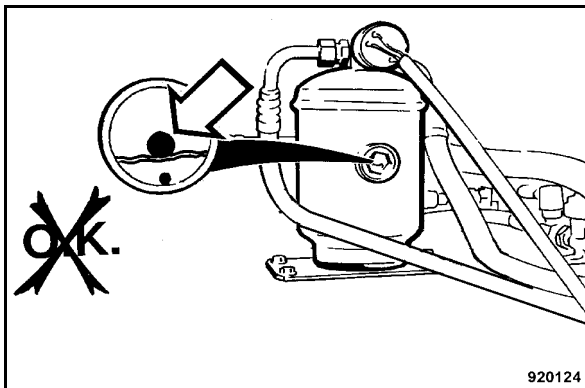

fig. 148
- Informer le service après-vente, si la bille flottante (fig. 148) dans le regard se trouve en bas.